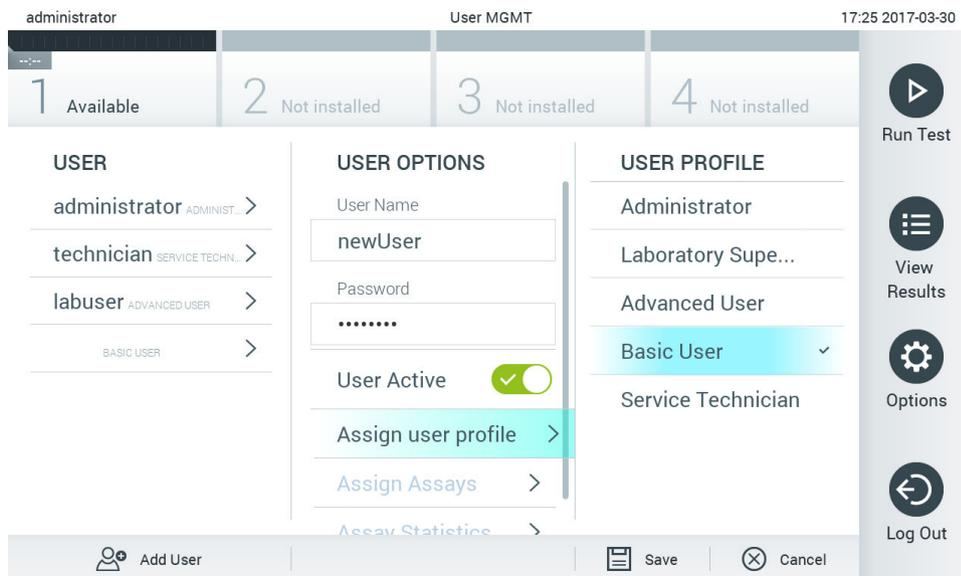

Figura 65. Atribuindo um perfil de usuário a um novo usuário.
4. Pressione Assign User Profile (Atribuir perfil de usuário) e atribua o perfil de usuário adequado (a partir da lista à direita da área de conteúdo) ao novo usuário (Figura 65).